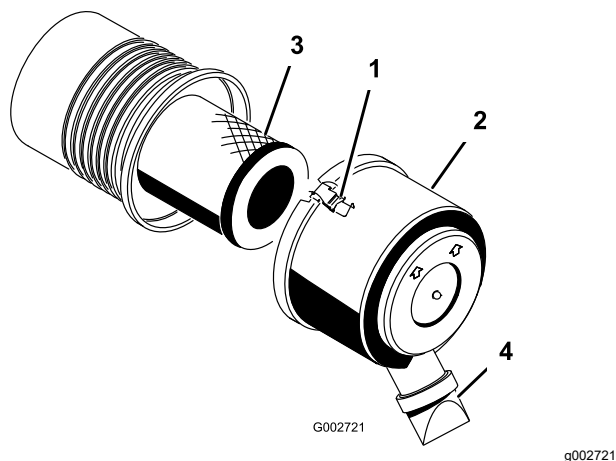

Рисунок 26
1. Отпустите защелки, фиксирующие крышку воздухоочистителя на его корпусе (Рисунок 26).